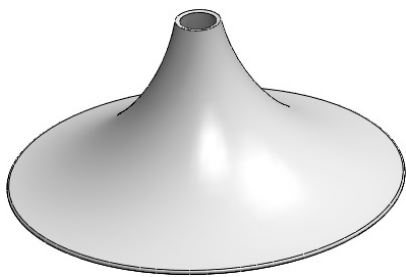

图 4-20 加厚处理
STEP 2 选择“插入”>“凸台/基体”>“加厚”菜单，选择 **STEP 1** 创建的曲面为“要加厚的面”，加厚方式设置为“加厚侧边 2”（内侧），厚度为 10mm，单击“确定”按钮，创建叶轮实体，如图 4-20 所示。